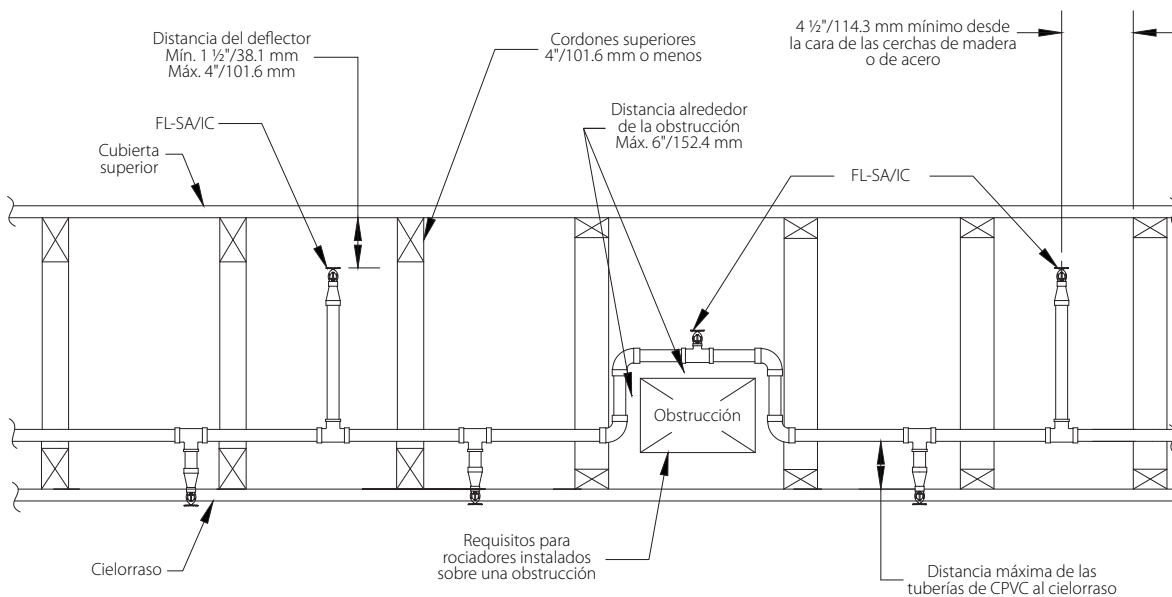
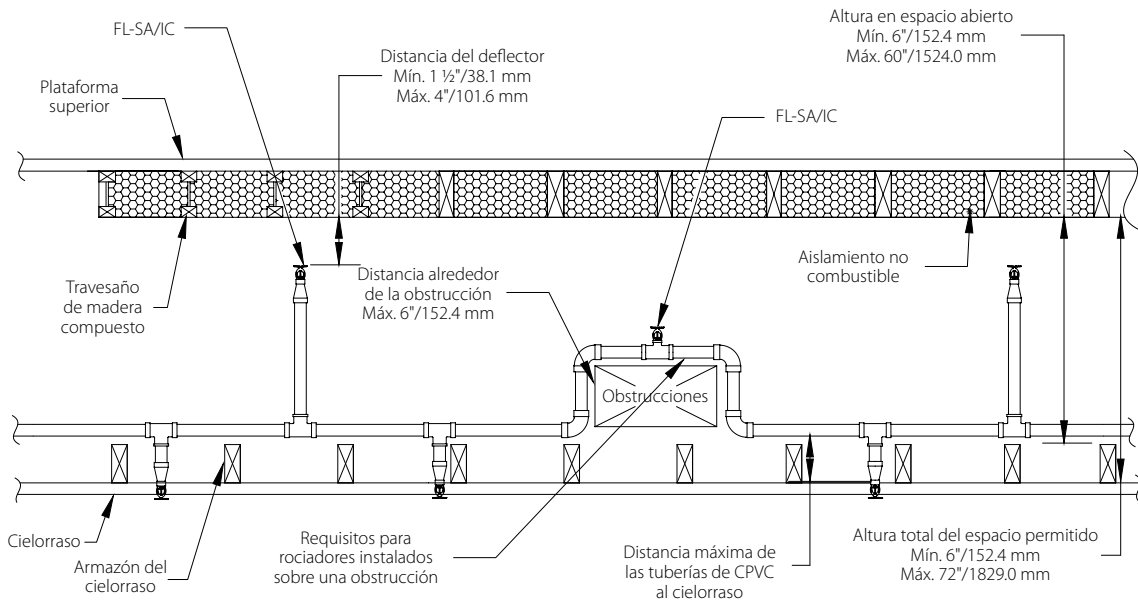

FIGURA 1
FIGURA 2
Construcción con viguetas de madera sólida o técnica en la que la cubierta superior está rellena con aislamiento no combustible (Figura 2)
Posición del deflector: La distancia del deflector del rociador a la parte inferior de la vigueta va de 1 ½" como mínimo a 4"/102 mm como máximo (consulte la Figura 2 Distancia del deflector).
Construcción con cerchas y viguetas de madera no obstruidas (Figura 1)
Posición del deflector: La distancia vertical entre rociador y deflector a la parte inferior de la cubierta del techo va de 1 ½"/38.1 mm como mínimo a 4"/101.6 mm como máximo. La distancia lateral entre rociador y deflector y el lado de los cordones o barras de alma es de 4 ½"/114.3 mm como mínimo a la línea central del rociador (vea la Figura 1). El rociador oculto de aplicación específica para productos combustibles se debe instalar únicamente en posición vertical. El deflector del rociador se debe instalar paralelo al plano del techo.
- Si se utilizan cerchas de 12"/304.8 mm como en la Figura 1, la parte inferior del tramo horizontal no debe estar más de 4"/101.6 mm sobre el cielorraso. En la Figura 2, si la altura del espacio oculto desde la parte inferior de la vigueta de la cubierta superior a la parte superior de la vigueta del cielorraso observa el requisito mínimo de 6"/152.4 mm, la parte inferior del tramo horizontal no debe estar más de 4"/101.6 mm por sobre el cielorraso (vea las Figuras 1 y 2, Distancia máxima para las tuberías de CPVC Pipe al cielorraso).